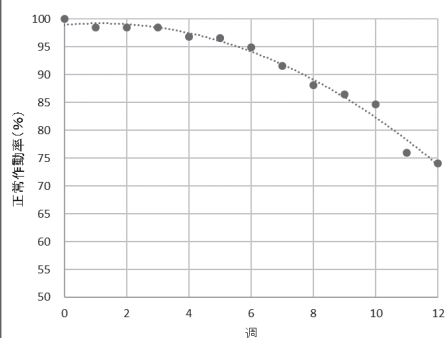

図2. 反芻胃内における pH センサの正常作動率の推移
(24)臨床試験において、pHセンサ投入後42日(6週)目の故障率は約5%であった(図2参照)。